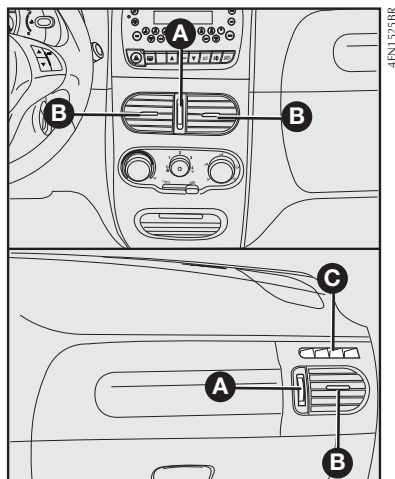

fig. 58
## DIFUSORES ORIENTÁVEIS E REGULÁVEIS – fig. 58
**C** – Difusor fixo para os vidros laterais **fig. 58**.